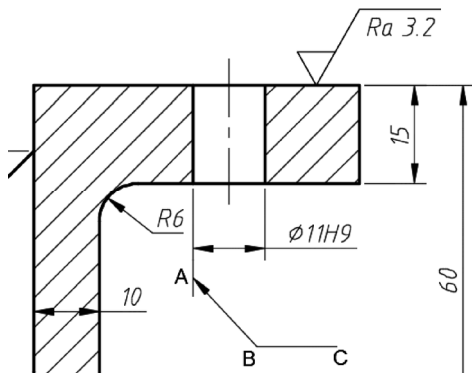

图 13-41 创建带箭头的指引线
- 指定引线起点: //在尺寸界线或轮廓线延长线上选定一点 A, 如图 13-41 所示
- 指定下一点: <正交开> //关闭正交模式, 并指定图 13-41 所示的 B 点
- 指定下一点或 [注释(A)/格式(F)/放弃(U)] <注释>: <正交开> //启用正交模式, 指定图 13-41 所示的 C 点